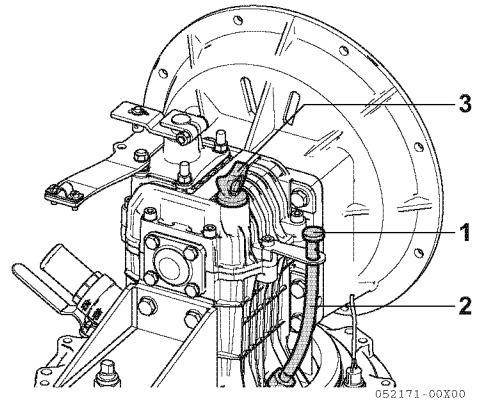

Abbildung 11
- Zum Ölwechsel muss des Stopfens(1, **Abbildung 11**) vom Ölabsaugrohr (2, **Abbildung 11**) entfernt werden. Das Absaugen kann mit einer Handpumpe erfolgen (4, **Abbildung 12**).
- Den Schlauch der Handpumpe (4, **Abbildung 12**) durch das Absaugrohr (2, **Abbildung 11**) schieben und die Flüssigkeit absaugen.
- Den Ölmesstab herauserschrauben (3, **Abbildung 11**).
- Den Ölmesstab einschrauben (3, **Abbildung 11**).